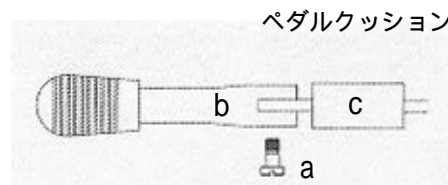

図 23
- 最初に大きめなマイナスドライバーでペダルの横にあるネジ (a) を取り外してください (図 23)。